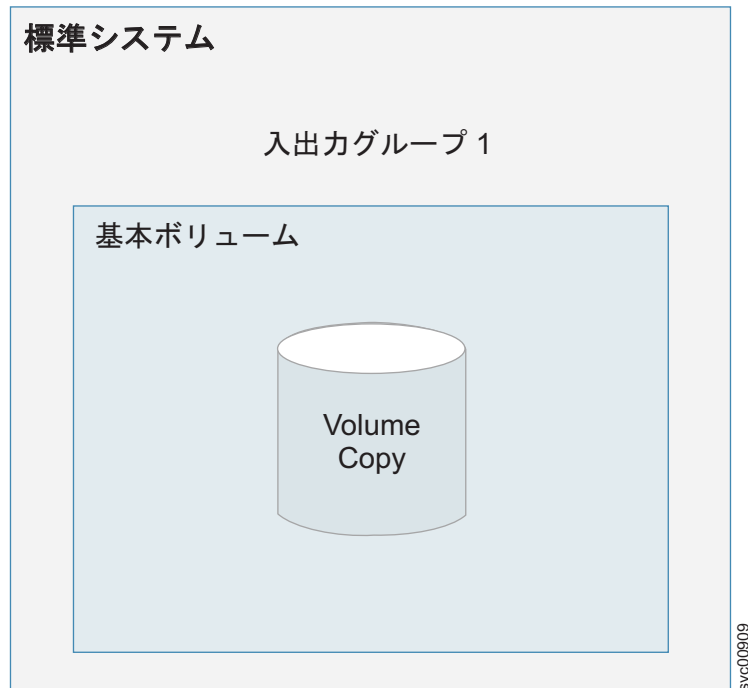

図 3. 基本ボリュームの例
- 基本ボリューム。ボリュームの単一コピーが入出力グループにキャッシュされます。基本ボリュームは、どのシステム・トポロジーでも設定できますが、5 ページの図 3 には標準システム・トポロジーを示しています。